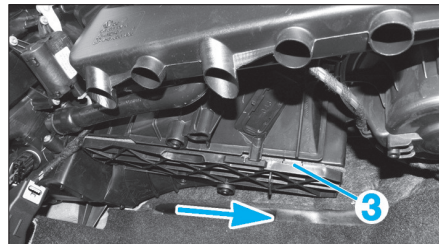

Fig. 2
- Pousser le couvercle (3) dans le sens de la flèche (Fig.2) et le déposer.